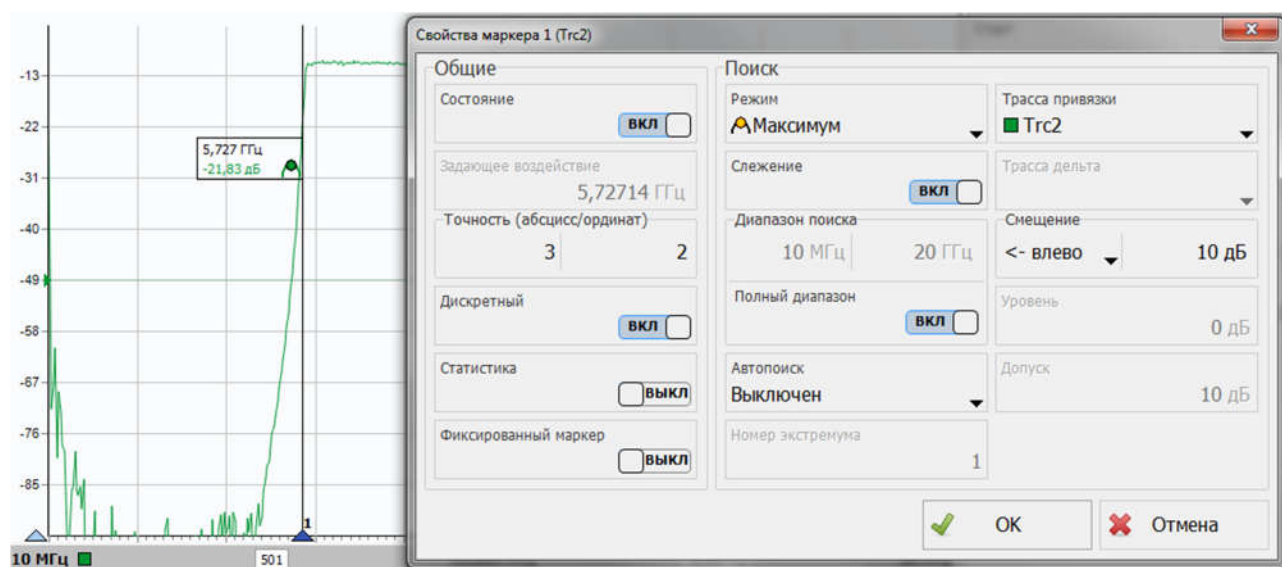

Рисунок 2.123 – Демонстрация особенностей работы маркера при поиске экстремума
2.3.2.11.16 При выборе смещения маркера (рисунок 2.123)²⁾ относительно найденного экстремума, может возникнуть некоторый дополнительный сдвиг, обусловленный свойством «Дискретный», которое запрещает устанавливать маркер в точки, рассчитывающиеся при интерполяции. Сдвиг и разница показаний маркеров будет тем больше, чем меньше установлено количество точек и выше крутизна частотной характеристики ИУ.